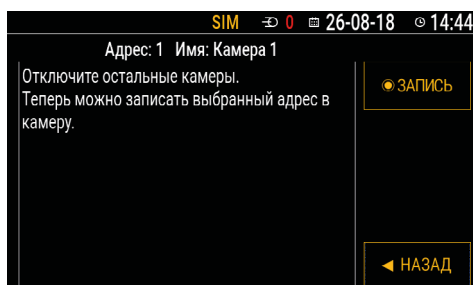

Рис.137. Смена адреса камеры.
- на экране устройства появится предупреждение о том, что при смене адреса камеры к шине устройства должна быть подключена только эта камера (**Рис.137**). Убедитесь, что на шине RS-485-2 отсутствуют другие устройства, кроме конфигурируемого и нажмите кнопку «Запись». При удачной настройке на экране устройства появится сообщение о том, что адрес камеры изменен на выбранный. Если не удалось установить адрес камеры, то появится сообщение об ошибке.